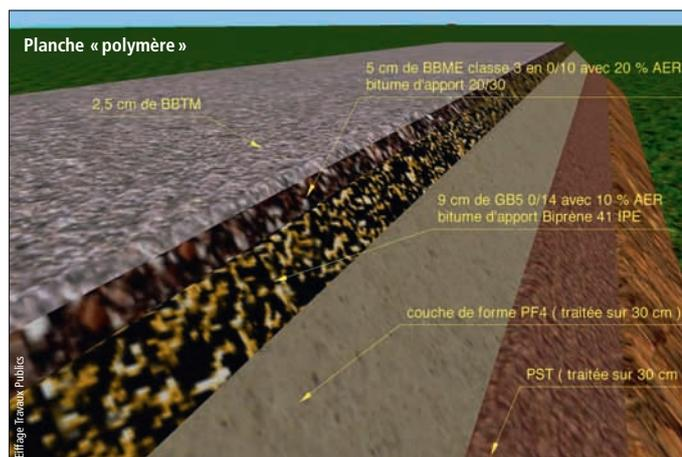

Figure 1b
- Planche test n°4 (400 ml) : 2,5 cm BBTM au liant modifié / 5 cm BBME3 0/10 / 9 cm de GB5 avec 10 % AE et liant d'apport Biprene® 41 IPE / PF 4 (figure 1b).